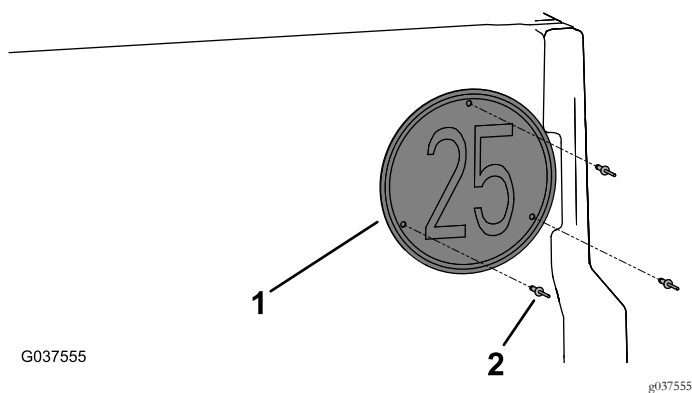

Рисунок 15
4. Установите табличку «Ограничение скорости» на задний откидной борт с помощью трех закладных заклепок (3/16 x 29/32 дюйма), как показано на Рисунок 15.